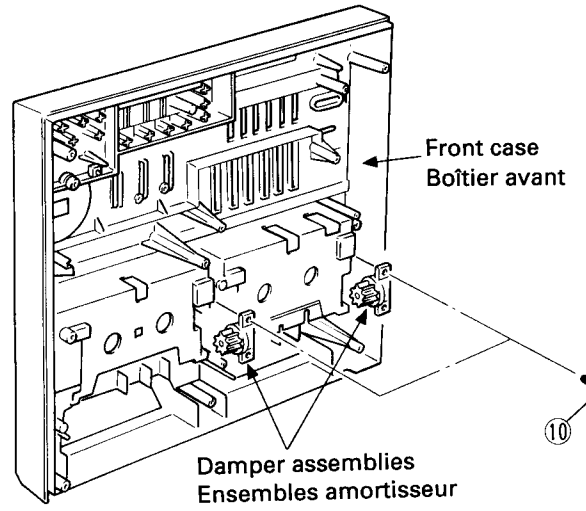

Fig.6
Remove the screw ⑱ from each damper assembly and remove the assembly. (Fig. 6)
Retirer une vis (10) de chaque ensemble amortisseur, et déposer l'ensemble. (Fig. 6)